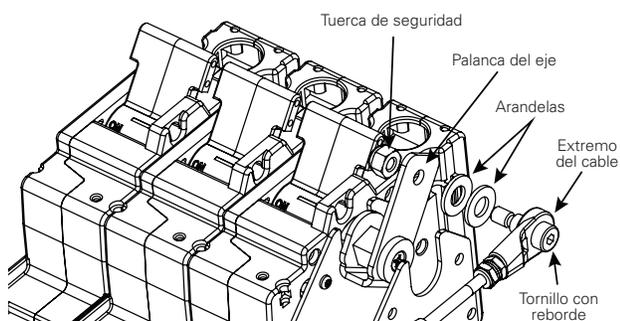

Fig. 1-5. Ensamblar el cable a la palanca del eje.
Paso 5. Ensamble el extremo del cable a la palanca del eje con el tornillo con reborde (1/4"), un resorte, dos arandelas de 1/4" y una tuerca de seguridad de 1/4" en el orden que se muestra (vea la Fig. 1-5). Apriete firmemente la tuerca.